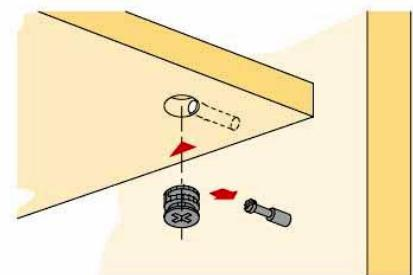

Рис.2 Схема установки
- Установить двери №4 и 5 на петли - Ж и отрегулировать их (см. рис. 2);